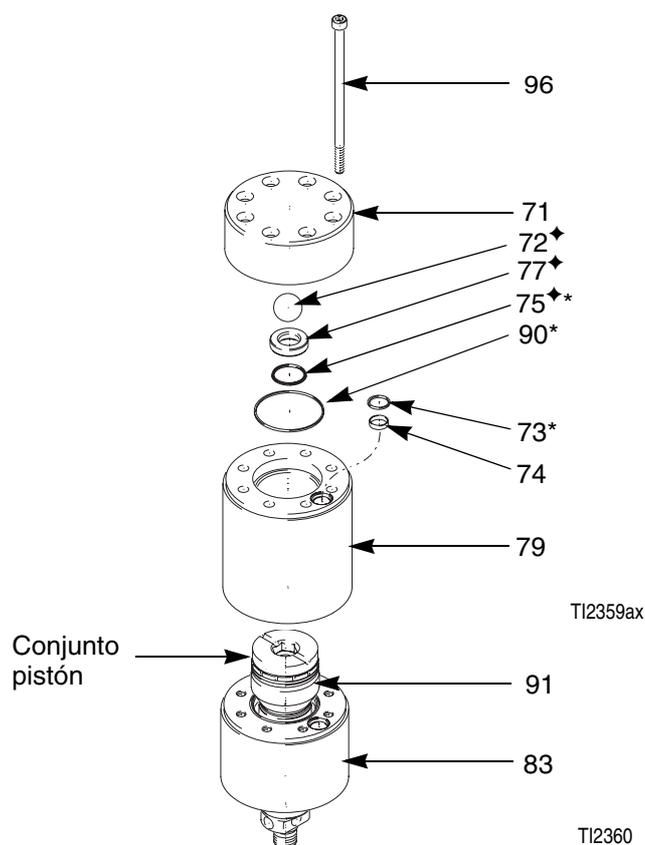

Fig. 11
2. Afloje y retire los tornillos (96). Vea FIG. 11.
3. Retire el alojamiento de la válvula (71). Se consigue así acceso a la válvula de presión. Inspeccione la bola (72*) y el asiento (77*) y reemplácelos si estuvieran desgastados.
6. Instale el conjunto del pistón en el alojamiento de la empaquetadura (83). Instale los sellos (80*, 74, y 73*) en el alojamiento de la válvula (83). Reemplace los sellos 73* y 80* según sea necesario. Vea FIG. 11.
7. Instale el cilindro (79). Reemplace el cilindro si muestra signos de desgaste.
8. Instale los sellos (90*, 74, y 73*) en el cilindro (79). Reemplace los sellos (90* y 73*) según sea necesario.
10. Instale el alojamiento de la válvula (71).
11. Instale los tornillos (96) y apriete a un par de 24.4–25.8 N.m.